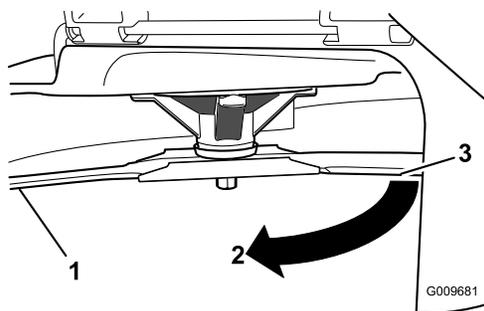

Figura 45
- Distanza misurata tra la lama e la superficie (A)
- Ruotate la stessa lama di 180 gradi in modo che il tagliante opposto si trovi ora nella stessa posizione (Figura 45).